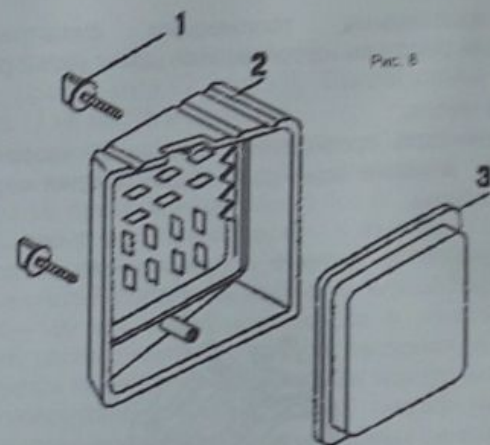

Рис. 8
2. Демонтировать крышку (поз.20 на рис.17). При отделении крышки от корпуса не повредить уплотнение. Снять фильтрующий элемент (поз. 3 рис.8).
4. При обнаружении любых дефектов фильтрующий элемент (поз.3 рис.8) заменить новым оригинальным (номер по каталогу: EG-M152-E03)